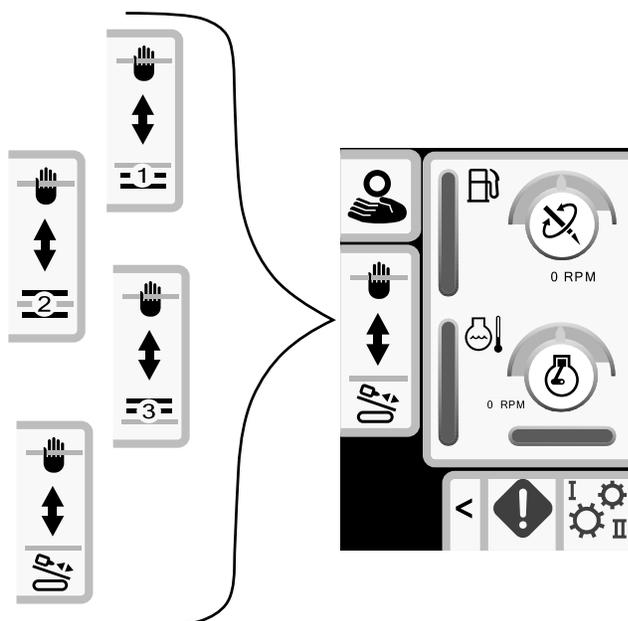

Bild 41
2. Wählen Sie mit den Tasten 2 und 3 die Reihe oder den Bohrstrang aus, in die bzw. den das Rohr gesetzt werden soll (Bild 41)